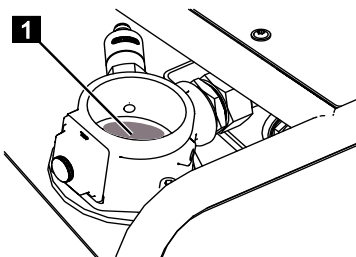

Fig. 248
4. Enlever la cartouche filtrante (Fig.248/1) et mettre en place une cartouche filtrante neuve.